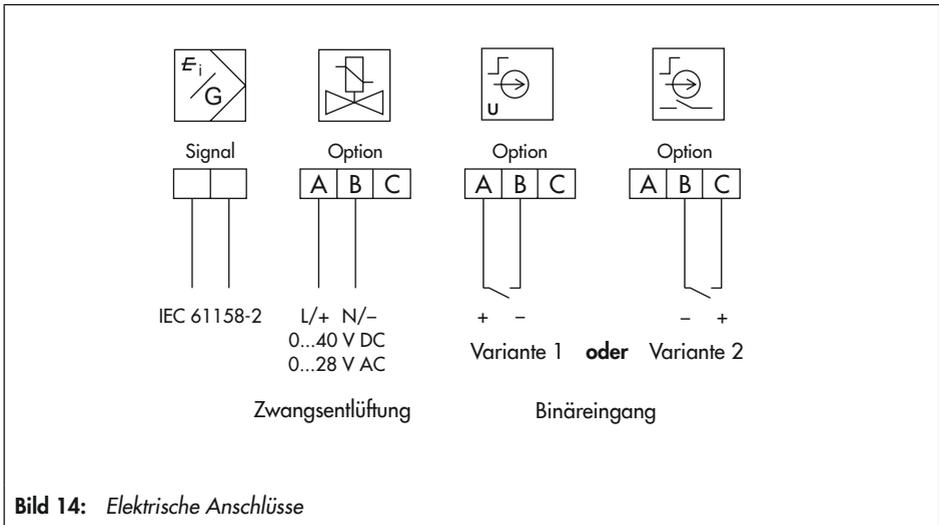

Bild 14: Elektrische Anschlüsse
Es steht nur ein Binäreingang (entweder Variante 1 oder Variante 2) zur Verfügung, vgl. Bild 14, Seite 48.
3. Leitungen gemäß Anschlussbelegung (vgl. Bild 14, Seite 48) auf die Gehäusseklemmen führen.